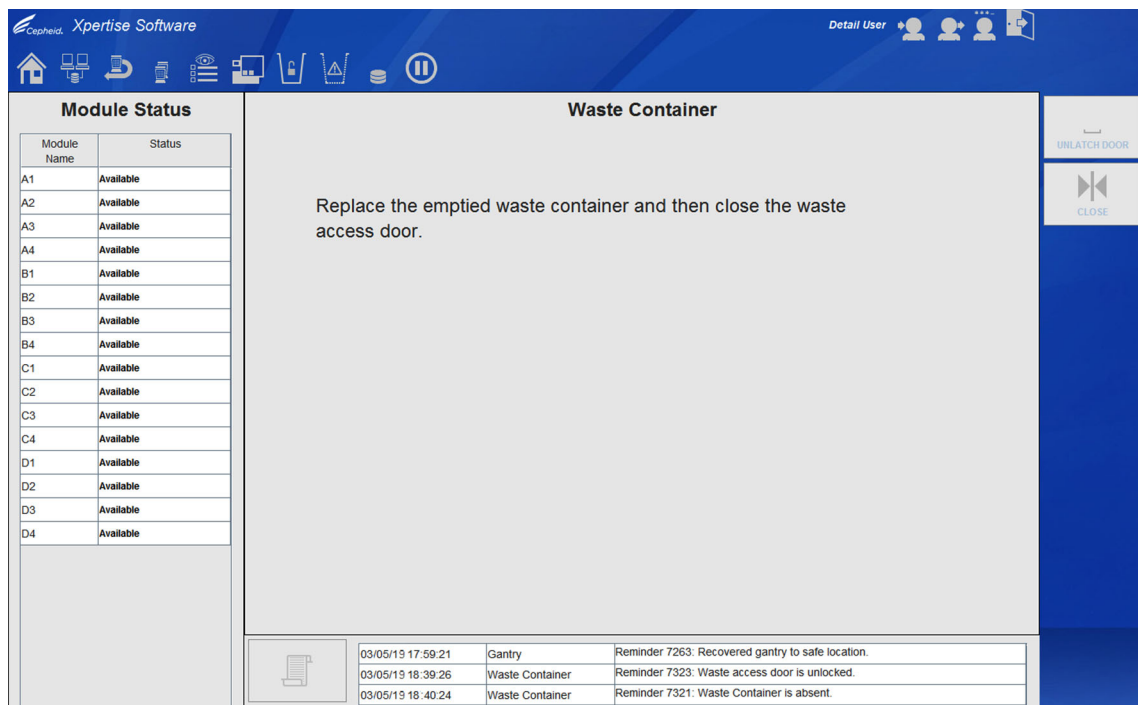

図 9-42. 廃棄物コンテナワークスペース – 廃棄物コンテナを空にして廃棄物コンテナのドアを閉じる
- A. アクセスドアを開きます（図 9-43A を参照）。廃棄物コンテナ（Waste Container）ワークスペースは、図 9-42 に示すワークスペースに変わります。